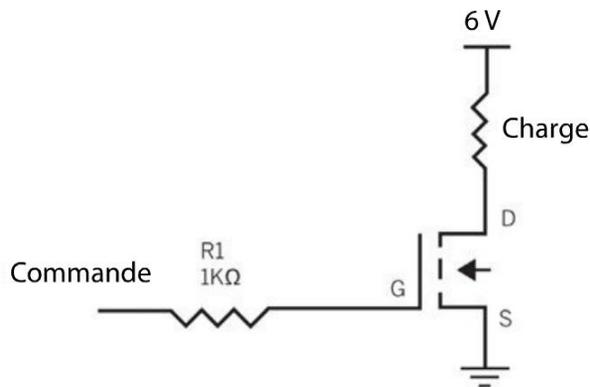

Figure 5-6. Utilisation d'un MOSFET
L'utilisation d'un MOSFET pour la commutation est un bon choix avec un Arduino ou un Raspberry Pi, car il nécessite très peu de courant. Assurez-vous simplement que la tension à la grille est supérieure à la tension de seuil de la grille du transistor. La tension de seuil de la grille correspond à la tension à partir de laquelle le MOSFET crée un canal de conduction entre le drain et la source. La figure 5-6 montre comment connecter un MOSFET pour commander une charge. Le montage est le même que celui d'un transistor bipolaire.
Le schéma illustré à la figure 5-6 utilise deux symboles que nous n'avons pas encore vus. Une série de trois traits parallèles de longueur décroissante est connectée à la source du transistor (S). C'est le symbole de la masse (GND). Son utilisation dans un schéma a l'avantage de réduire le nombre de lignes de liaisons devant être tracées.
Si vous observez la figure 5-6, vous vous demanderez peut-être pourquoi R1 est nécessaire, puisque la grille ne reçoit pas de courant. Il est préférable de prévoir une résistance, car, lorsque la tension de la grille augmente pour la première fois, il y a un très rapide afflux de courant pendant une fraction de seconde. La résistance évite que le courant ne dépasse les capacités de la broche GPIO.